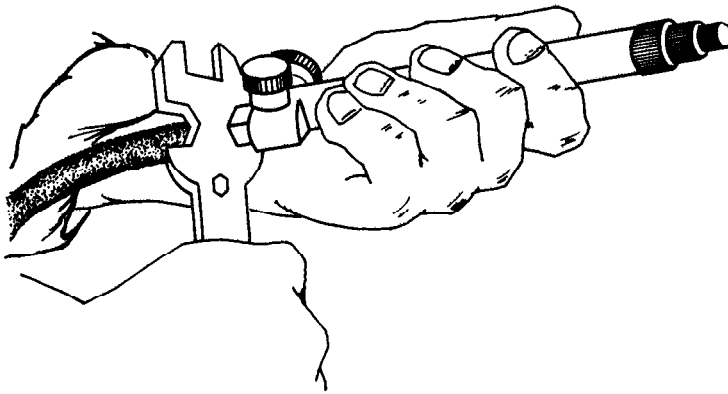

Figura 1.15
- b) Conecte las mangueras al mango del soplete (Figura 1.15).